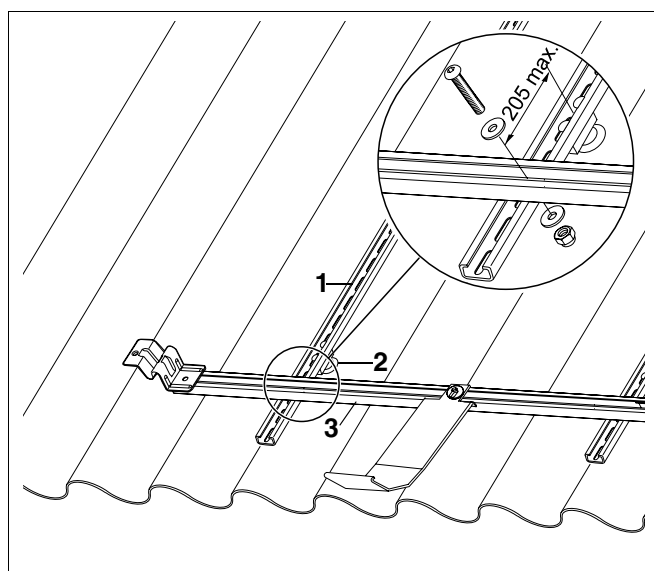

Fig. 9 Fixation des rails profilés horizontaux
La distance entre les rails profilés horizontaux et l'écrou-cage ne doit pas dépasser 205 mm (d'un milieu à l'autre) (fig. 9).
- Fixez les rails profilés horizontaux avec les vis à six pans creux, M8 × 50 et deux rondelles plates pour M8 aux rails profilés verticaux (fig. 9).